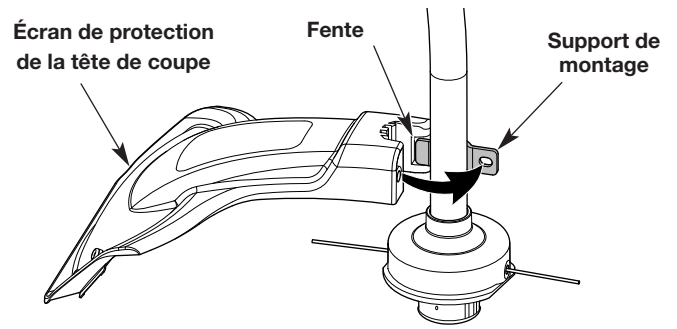

Fig. 1
2. Insérez la languette courte (celle sans trou) sur le support de montage dans la fente de l'écran de protection de la tête de coupe (Fig. 1).
3. Tournez l'écran de protection de la tête de coupe dans le sens inverse des aiguilles d'une montre pour aligner le trou de l'écran de protection de la tête de coupe avec celui du support de montage (Fig. 1).